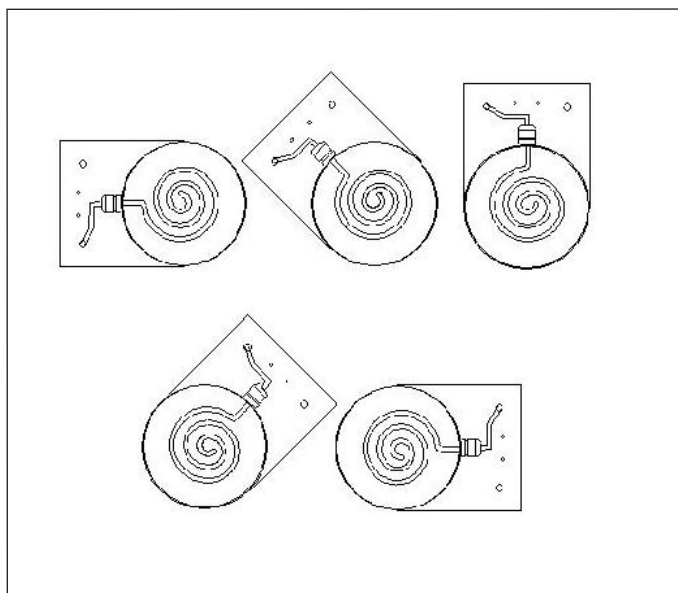

fig. 5
3.9 COLLEGAMENTO E MONTAGGIO RISCALDATORE (BE)
- Il riscaldatore può essere installato sia orizzontalmente che verticalmente; nel caso di riscaldatore elettrico installato orizzontalmente, la scatola elettrica deve rispettare una delle posizioni di montaggio mostrate in fig. 5.
3.9 (BE) HEATER MOUNTING & CONNECTION
- The heater can be installed both horizontally and vertically; in case of horizontal electric heater, the electric box must be placed according to one of the positions shown on fig. 5.